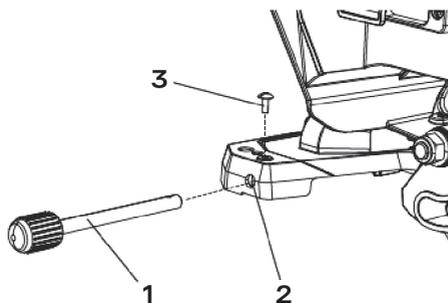

рис. 7
1. Вставить один задний опорный стержень (1) в отверстие (2), расположенное в задней части основания (рис. 7).
2. Вставить винт (3) в отверстие, расположенное за отверстием (2).
3. Затянуть винт (3) отверткой.